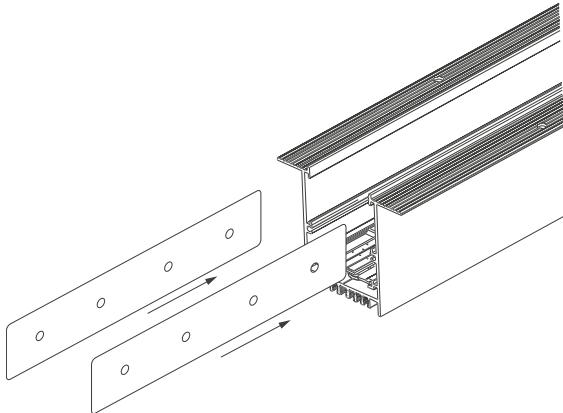

Рисунок 3. Установка соединителей в пазы шинопровода.
- 3.7. С помощью коннекторов MAG-CON-45-SIDE (SL) вы можете соединить встык шинопроводы или угловые коннекторы. Для этого установите в паз шинопровода прямой коннектор MAG-CON-45-SIDE (SL) на половину
- его длины и закрепите установочными винтами из комплекта поставки (см. рисунок 3).